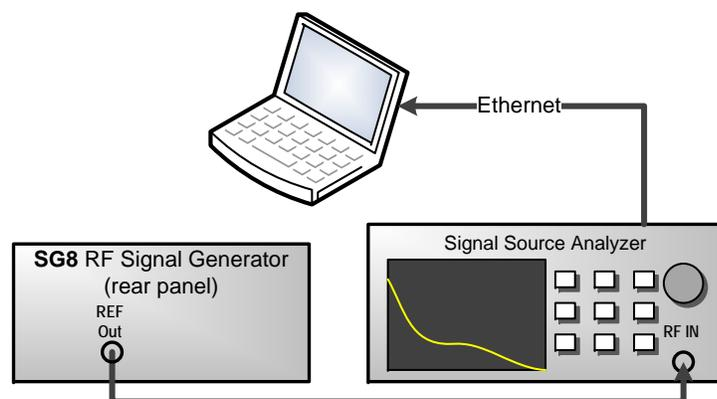

Рис. 9: Тест фазового шума сигнала REF Out
1. Соедините приборы, как показано на рис. 9.